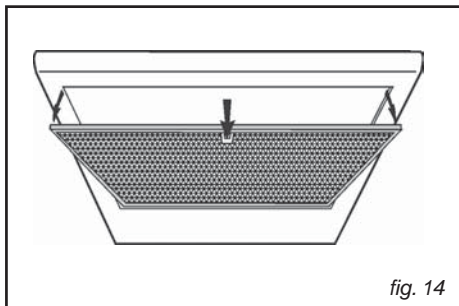

fig. 14
• Smontaggio del filtro antigrasso (fig.14)
Per smontare il filtro, spingerlo indietro usando l'impugnatura e abbassarlo verso di sé (Fig. 14).